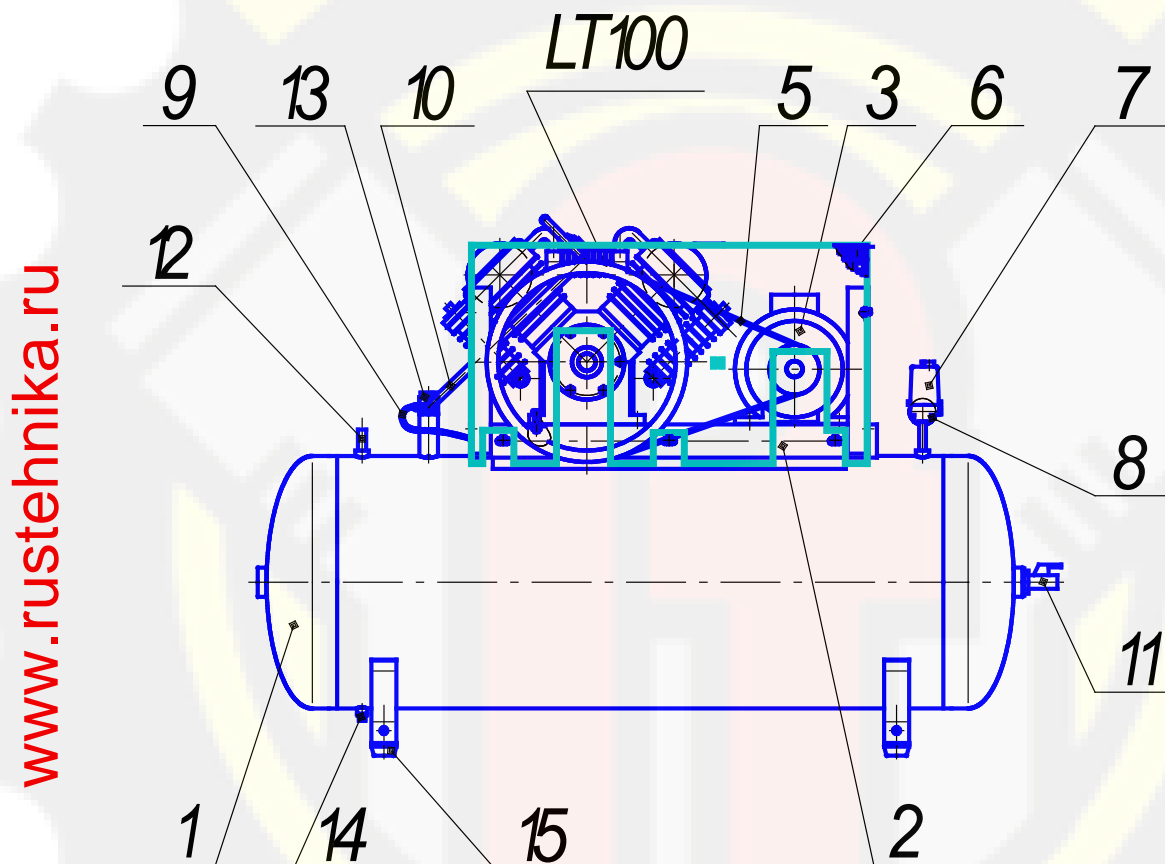
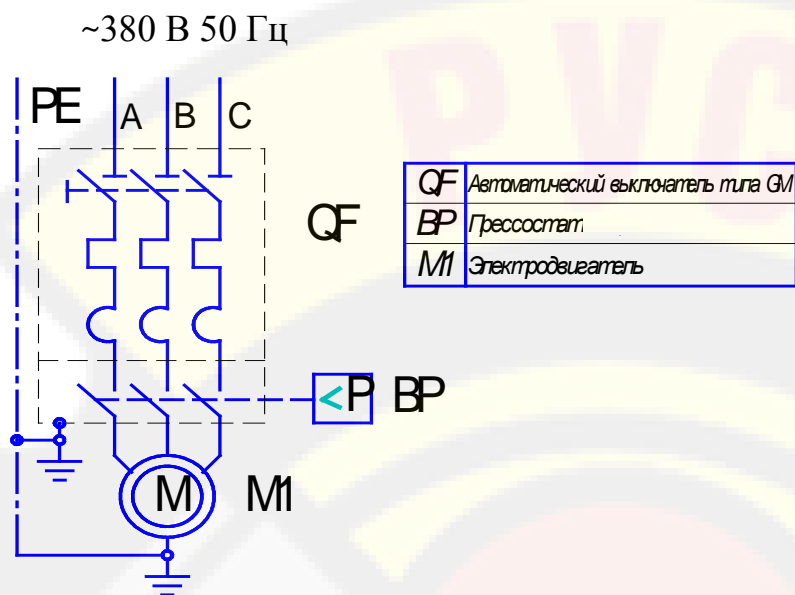

Рис. 1
Рис. 2
2.8. Общий вид компрессора представлен на рис. 1, схема электрическая принципиальная - на рис. 2, каталог запасных частей – в Приложении.
Примечание: Комплект амортизаторов для компрессора (поз. 15, см. рис. 1), а также детали их крепления, упакованы отдельно.
5.1. Компрессор (рис.1) состоит из следующих основных сборочных единиц и деталей: блока поршневого LT100, ресивера (воздухосборника) 1, платформы 2, электродвигателя 3 со шкивом 4, клиновых ремней 5, защитного ограждения 6, телепрессостата 7, манометра 8, воздухопровода сброса давления 9, нагнетательного воздухопровода 10, крана 11, клапана предохранительного 12, клапана обратного 13, крана сливного 14, амортизаторов 15.
Ресивер 1 (см. рис. 1) служит для сбора сжатого воздуха, устранения пульсации давления, отделения конденсата и масла. Ресивер является также корпусом, на котором смонтированы узлы и детали компрессора.